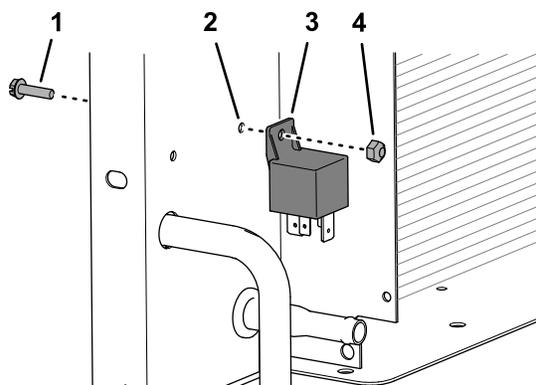

Figura 24
- Retire o parafuso de cabeça flangeada (n.º10 x ¾ pol.) e a porca de bloqueio (n.º10) que prendem o relé da vela de incandescência ao radiador e retire o relé (Figura 24).